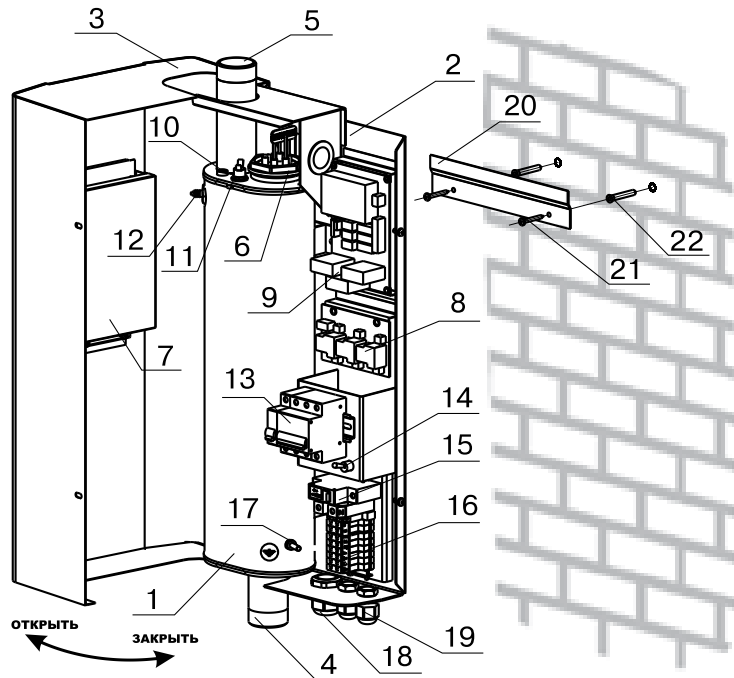

Рис. 1. Конструкция водонагревателя и способ его крепления к стене
5.1. Электроводонагреватель (Рис.1) состоит из корпуса (1) сварной конструкции с фланцами, патрубком входа воды (4) и патрубком выхода воды (5). В верхней части корпуса установлен блок нагревательных элементов (6), датчик температуры воды (10), датчик перегрева (11) и датчик уровня воды (12). Корпус установлен на основании (2). Защитный кожух (3) выполнен из стального листа и служит для защиты обслуживающего персонала от ожогов и поражения электрическим током. Кожух подвешен на основании при помощи механизма, который позволяет не снимая кожух с электроводонагревателя, открывать и закрывать его в направлении, указанном на Рис.3. При необходимости кожух можно легко снять с основания.
- закрепить кронштейн крепления на вертикальной поверхности в необходимом месте с помощью шурупов, входящих в комплект и установить на него водонагреватель как показано на Рис. 1.
- открыть кожух (3) как показано на Рис. 1, предварительно выкрутив четыре винта крепления кожуха;
- закрыть кожух (3) как показано на Рис.1 и закрутить винты крепления.